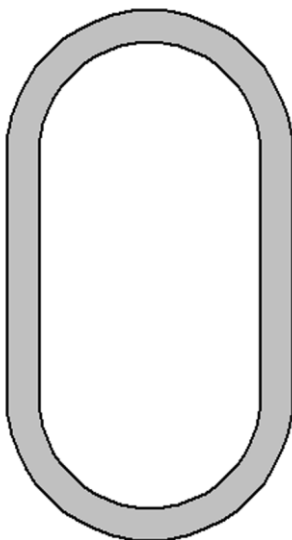

Рис. 2.1.5. Поперечное сечение после задания внешнего и внутреннего контуров
3.1.2. **Выделение контуров поперечного сечения.** Для того чтобы подготовленный чертеж стал поперечным сечением, в нем необходимо выделить внешний и внутренние контуры. С этой целью панель **Контур** содержит специальные кнопки –  **Простой контур** (команда **Контур/Простой контур**) и  **Набираемый контур** (команда **Контур/Набираемый контур**). После нажатия кнопки **Простой контур** следует щелкнуть сначала на любом из элементов наружного контура, а затем на каждом из внутренних контуров (если они есть). Замкнутые контуры при этом окрашиваются в синий цвет. После выделения всех контуров нужно нажать кнопку **ОК** открывшегося диалогового окна **Выбор контура** (можно также нажать правую кнопку мыши или клавишу **Пробел** на клавиатуре). При этом область между выделенными контурами, т. е. собственно поперечное сечение, окрасится в серый цвет (рис. 2.1.5).